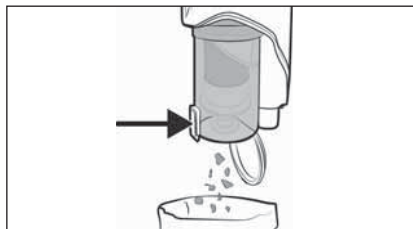

Fig. 21
❶ Indicación
- 1) Sostenga el depósito de suciedad **7** sobre el cubo de la basura y pulse el botón de desencastre de la tapa del depósito de suciedad **8**. Tras esto, se abre la tapa del depósito de suciedad **9** y el contenido cae al cubo de la basura (consulte la fig. 21). A continuación, cierre la tapa del depósito de suciedad **9**.